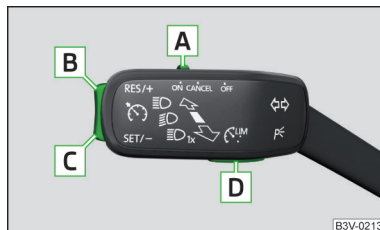

Abb. 195
Übersicht der Bedienelemente der GRA » Abb. 195
- Durch das Betätigen der Taste **D** » Abb. 195.
- Durch das Betätigen der Taste **D** » Abb. 195 während der Regelung wird diese abgebrochen und es wird der Geschwindigkeitsbegrenzer aktiviert.